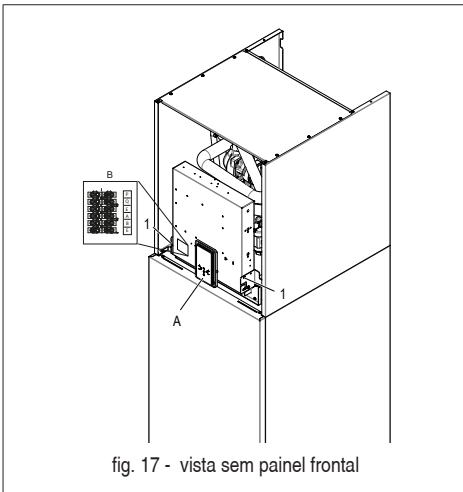
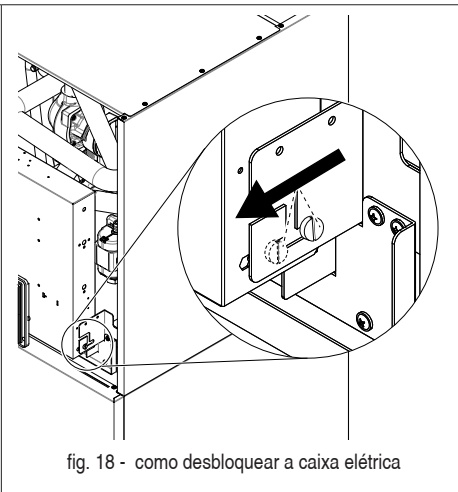
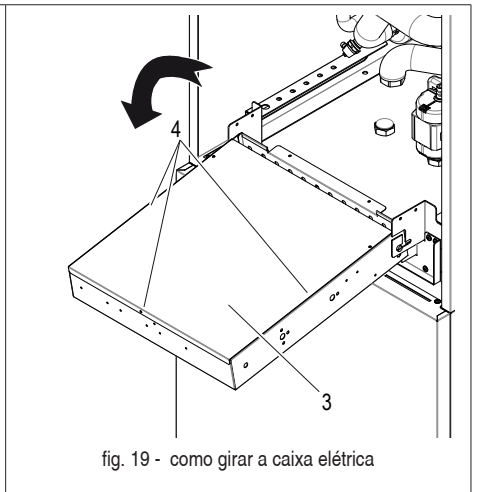

fig. 17 - vista sem painel frontal
fig. 18 - como desbloquear a caixa elétrica
fig. 19 - como girar a caixa elétrica
Per accedere ai morsetti dell'unità interna svitare le due viti (part. 1 - fig. 17) sotto la scatola elettrica, quindi afferrare la scatola elettrica e sbloccarla (fig. 18), quindi ruotare in avanti (fig. 19). Rimuovere la lamiera posteriore (part. 3 - fig. 19) fissata con 3 viti (part. 4 - fig. 19).
- A Pannello display e tastiera (fig. 17)